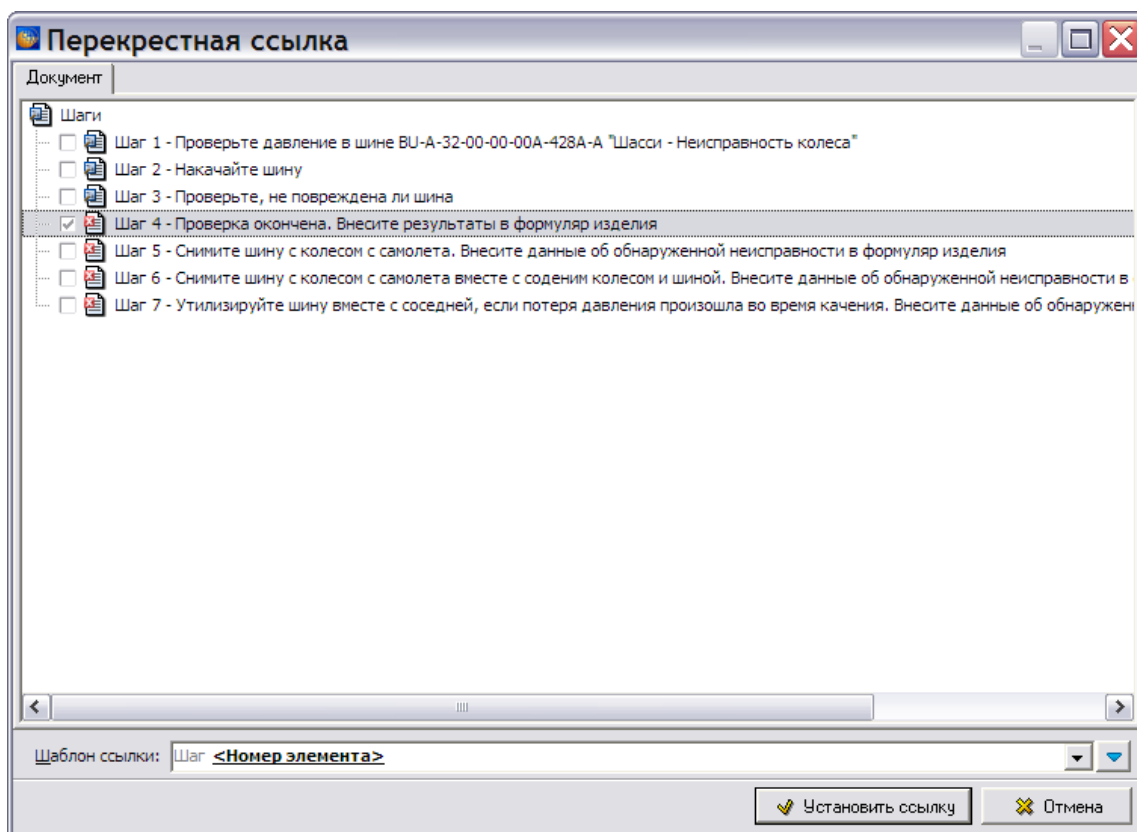

Рис. 8.27
9. В поле **Текст ответа** введите вариант ответа – «От 950 КПа до 1000 КПа». Для установки ссылки на шаг, описывающий последующие действия, нажмите на кнопку **Установить ссылку на шаг**  справа от поля **Ссылка на шаг**. При этом откроется диалоговое окно **Перекрестная ссылка** (Рис. 8.27).